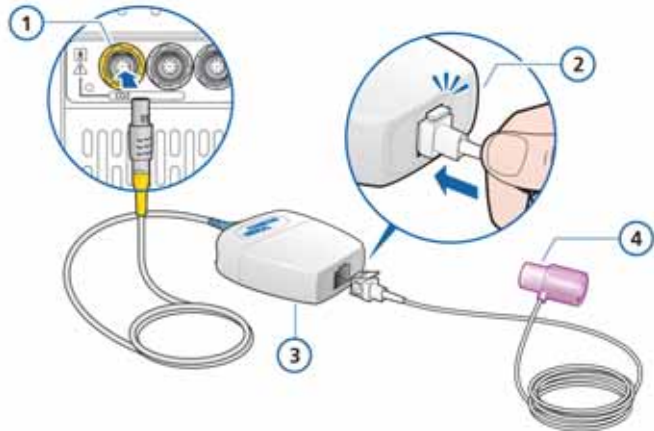

图 2-12. 将样品管插入二氧化碳模块
1. 将 LoFlo™ 旁流式二氧化碳模块线缆插入二氧化碳选项板连接器（黄色），注意连接器上的导向指引。线缆卡入到位。请参阅图 2-12。
2. 如图 2-12 所示，将样品管插入二氧化碳模块。连接器卡入到位。